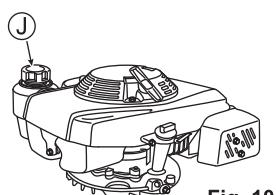

Fig. 10
- Ouvrez le bouchon du réservoir à carburant (J) et ajoutez le carburant. Essuyez immédiatement avec un chiffon si de l'essence à coulé. (Voir Fig. 10)
- Refermez bien le bouchon du réservoir à carburant (J) après ravitaillement.